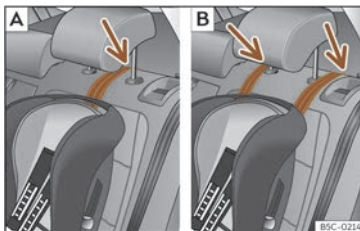
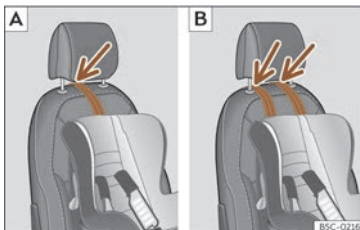

Fig. 44 Asentos traseros: axuste e montaxe en función do cinto Top Tether.
Fig. 45 Asento do acompañante: axuste e montaxe en función do cinto de Top Tether.
- Coloque a correa debaixo do repousacabezas (segundo as instrucións do propio asento, levante ou retire o repousacabezas se é necesario) >>> **fig. 44**, >>> **fig. 45**.